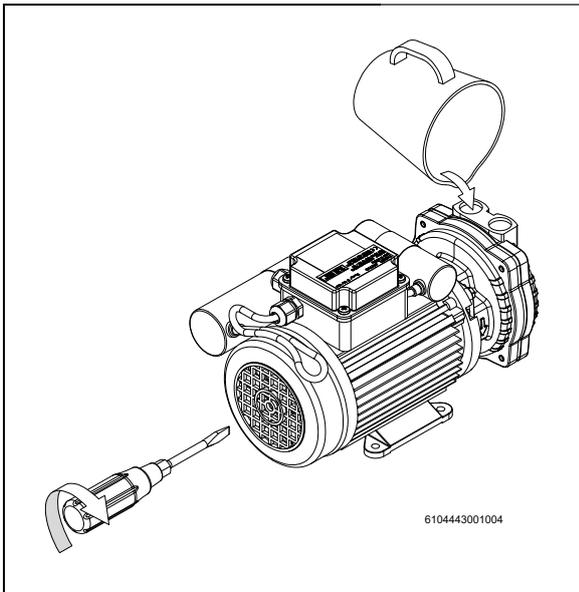

Fig. 10 : Plein d'agent de conservation et rotation de l'arbre
- Introduire un tournevis à travers l'ouverture centrée de la grille protectrice du ventilateur jusqu'au bout d'arbre d'entraînement côté ventilateur extérieur (voir Fig. 10, p. 23).
La roue à aubes est bloquée.	<p>Débloquer l'arbre.</p> <p>Procéder pour ce faire comme suit :</p> <ul style="list-style-type: none"> • Mettre l'unité pompe-moteur hors service. • Introduire un tournevis dans l'ouverture centrée de la grille protectrice du ventilateur jusqu'au bout d'arbre d'entraînement côté ventilateur extérieur (voir Fig. 10, p. 23). • Faire faire un tour complet à l'arbre à la main à l'aide du tournevis. • Ôter de nouveau le tournevis.